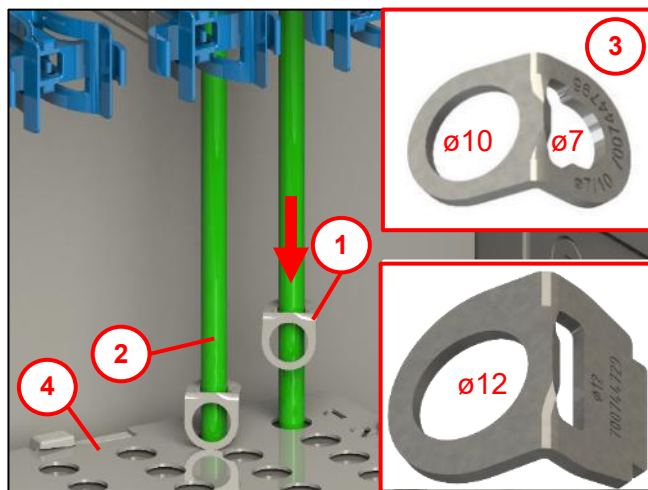

Abb. 16
Beachten: Aus Platzgründen müssen die Mikrorohre (3) (ø10 / ø12) und Einzelzugabdichtungen (2) abgestuft werden, siehe Abb. 16.